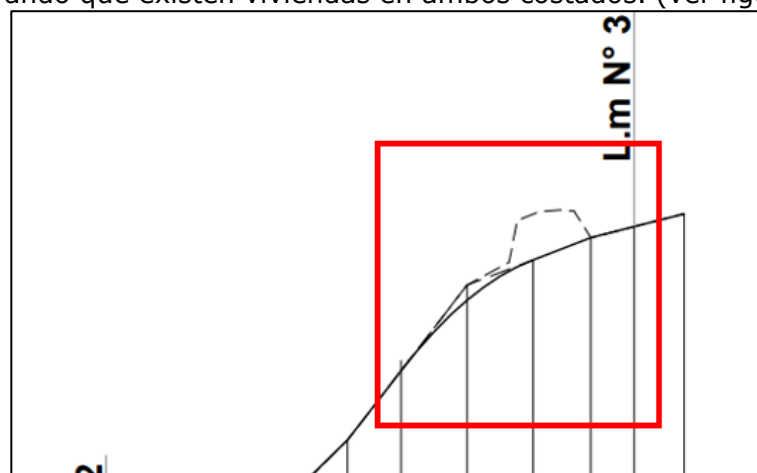

Figura 6
53. De acuerdo con lo observado, no deberían existir diferencias entre el terreno y la nueva rasante, considerando que existen viviendas en ambos costados. (ver figura 6).